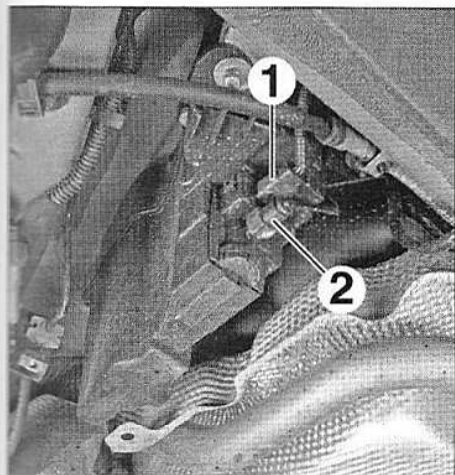

FIG.90
- le connecteur (1) (Fig.90),
- le raccord (2),